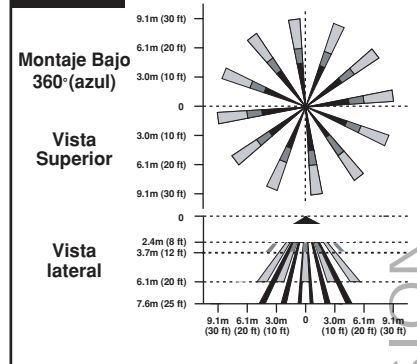

Figura 7A
3. Para cambiar el lente, gire el anillo de manera que los dos puntos endentados se alineen y jálolo hacia fuera de las pestañas (**vea Figura 7A**).